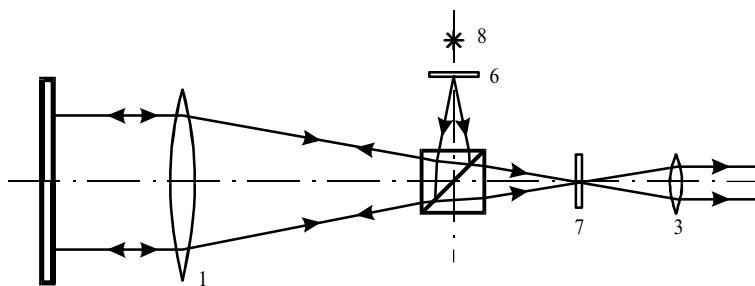

Рис. 1
Зрительная труба гониометра (см. рис.1) представляет собой телескопическую систему с длиннофокусным объективом (1) и короткофокусным окуляром (3).